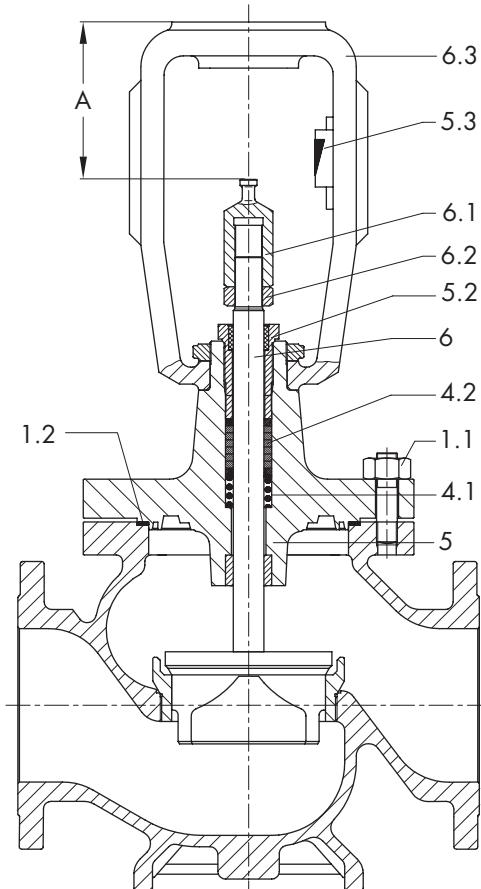

Рис. 3 · Тип 241 Ду 200 и 250, вид в разрезе
6. Смазать все детали сальника, а также шток конуса (6) смазкой (номер по каталогу для заказа 8150-0111).
10. Навернуть на шток конуса контр-гайку (6.2) и накидную гайку (6.1), отрегулировать размер А согласно таблице на рис. 3.
4. Осмотреть уплотнительное кольцо (5.5), размещенное в промежуточной вставке (12), в любом случае, его лучше заменить.
8. Навернуть на удлинитель штока конуса контргайку (6.2) и накидную гайку (6.1), отрегулировать размер A согласно таблице на рис.3.